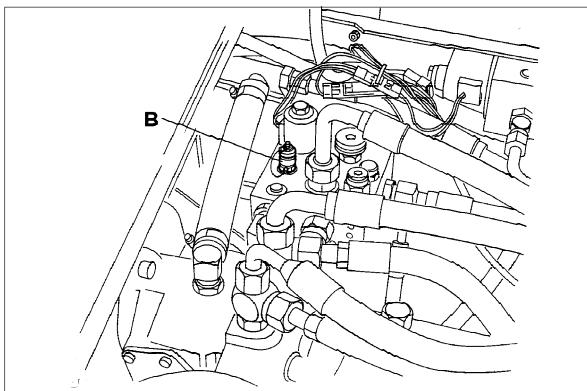

Fig.27
- B Fig.27 Vejgrebssystem - firehjulstræk tryk 172 bar (2500 psi)
- B Fig. 27 Transmission - Fyrhjulsdrifning, tryck 172 bar.
- B Fig. 27 Sistema de tracción - Presión en las cuatro ruedas de tracción 207bar (3.000 psi)